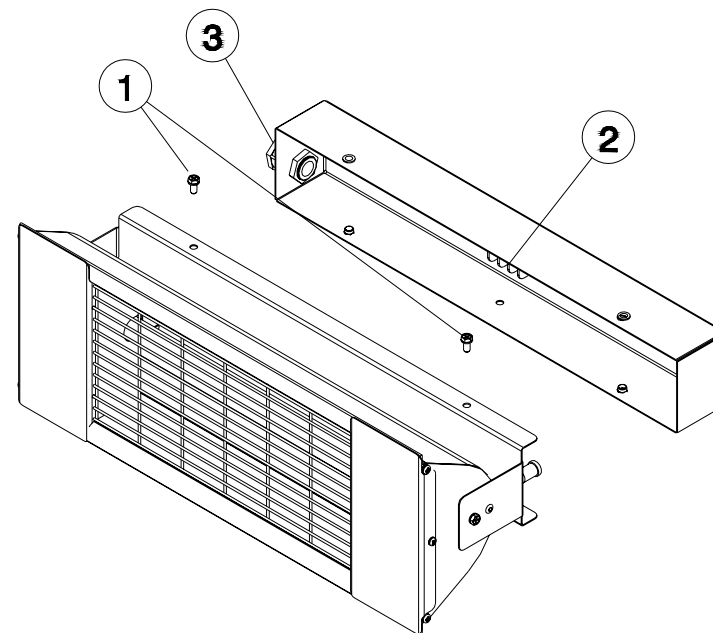

Fig. 1
1. ASSEMBLAGE DU CÂBLE D'ALIMENTATION (Fig. 1)
- Démontez le corps de l'appareil du support postérieur en dévissant les vis (1)
- Débranchez les connecteurs des fils de la lampe de la barrette de connexion (2)
- Brancher le câble d'alimentation à travers du passe-câble (3).